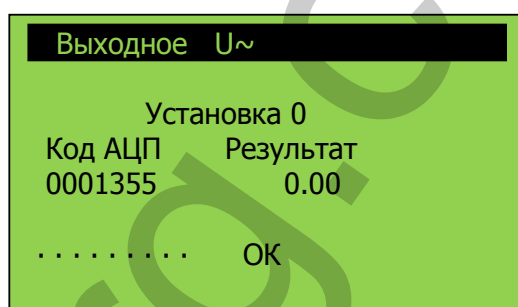

Рисунок 21 – Внешний вид окна «Выходное U~ / Установка 0»
3.5.4.7 Нажать « $\leftarrow$ / $\ominus$ ». При этом отображается окно «Выходное U~ / Установка 0» (см. рисунок 21), в котором произведется автоматическая установка «0» индикатора выходного напряжения. После установки «0», о чем сигнализирует появившаяся надпись «OK», проконтролировать равенство результата «0» и при согласии нажать « $\leftarrow$ / $\ominus$ » для отмены нажать « $\otimes$ / $\blacksquare$ ».